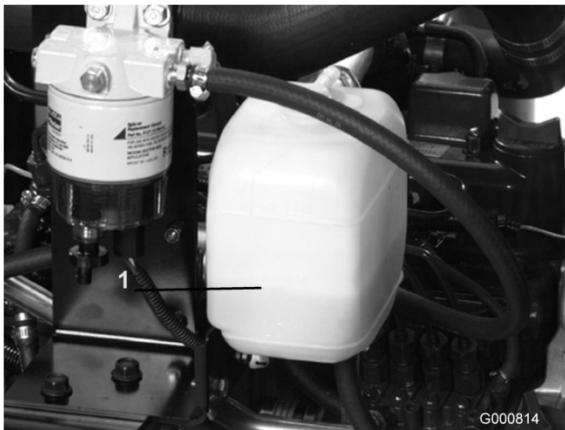

図 19
1. ラジエターと補助タンクのふた（図 19）を注意深く開ける。
2. ラジエターと補助タンク（図 19）の液量を点検する。